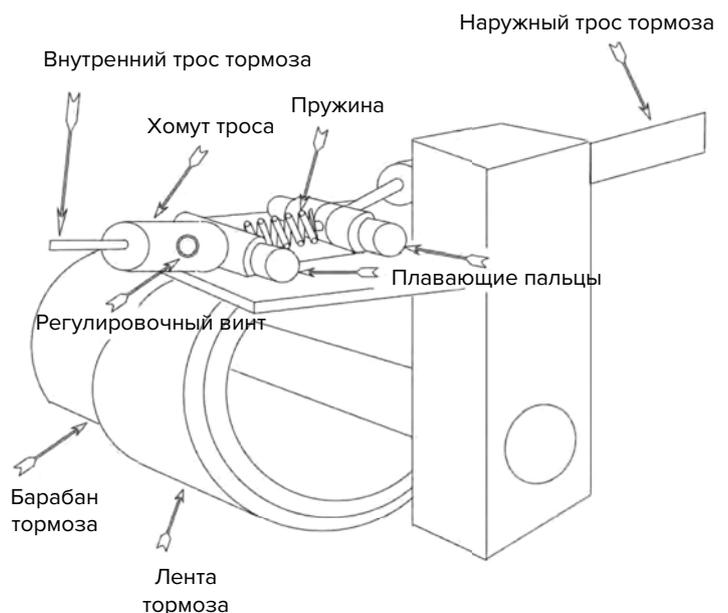

Рис. 11. Тормозной узел
- Затяните регулировочный винт в кабельном зажиме (см. рис. 11).